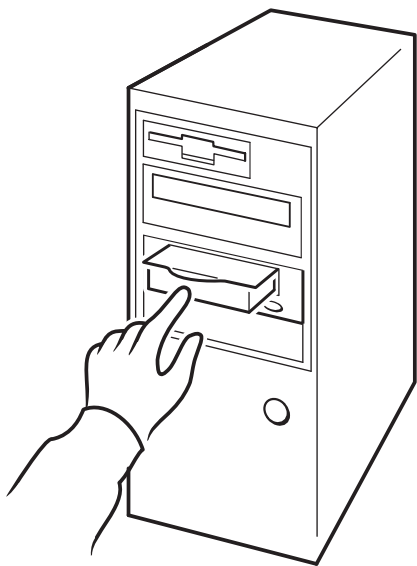

Figura 13a: hp obdr, passo 1
- 1 Insira o mais recente cartucho reiniciável na unidade de fita (veja figura 13a). O cartucho deve ser gravados por um aplicativo de backup que grave dados na fita em formato de CD-ROM.
- 2 Mantenha o botão de ejetar da unidade de fita pressionado. Mantendo pressionado o botão de ejetar, ligue o servidor (consulte a figura 13a). Essa ação ativa o processo HP One-Button Disaster Recovery. Libere o botão assim que as luzes de Fita e Limpeza piscarem alternadamente no painel frontal. Essa é a sequência OBDR.